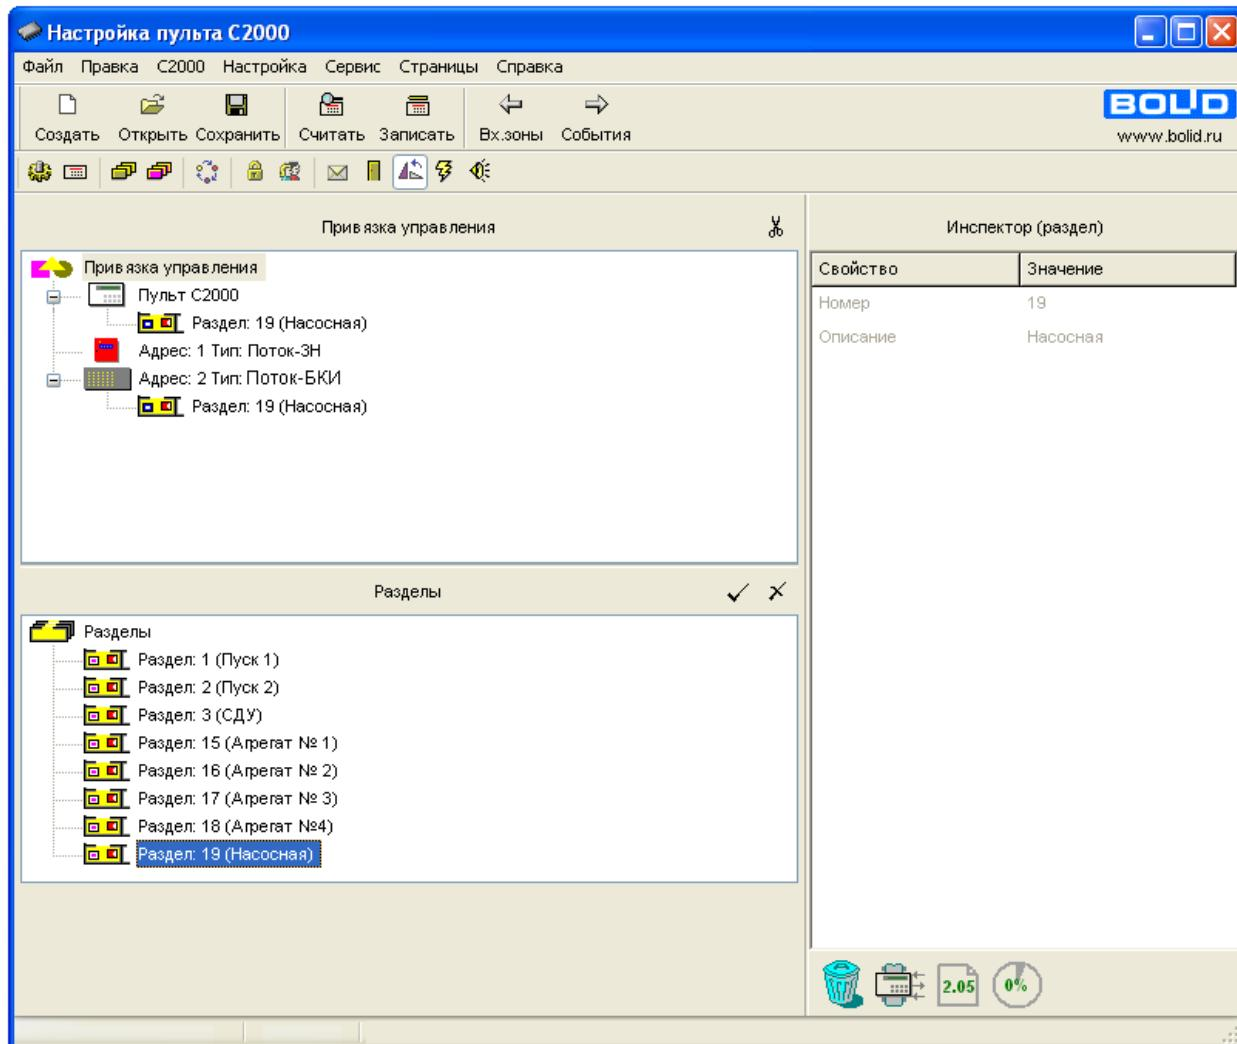

Рисунок 18
1. Перейдите на вкладку «Привязка управления» с помощью кнопки (см. Рисунок 18).